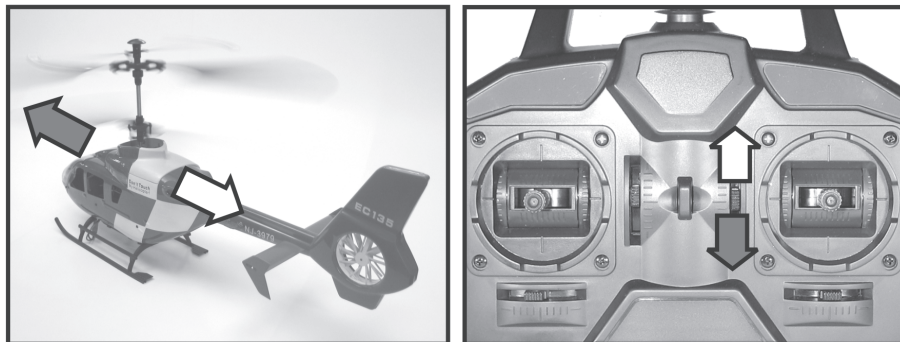

Figure 17
Si l'hélicoptère dérive vers l'avant (voir fig. 17), réduisez alors la vitesse et poussez l'interrupteur coulissant de compensation pour la fonction Roulis (voir fig. 1, pos. 2) graduellement vers l'arrière.